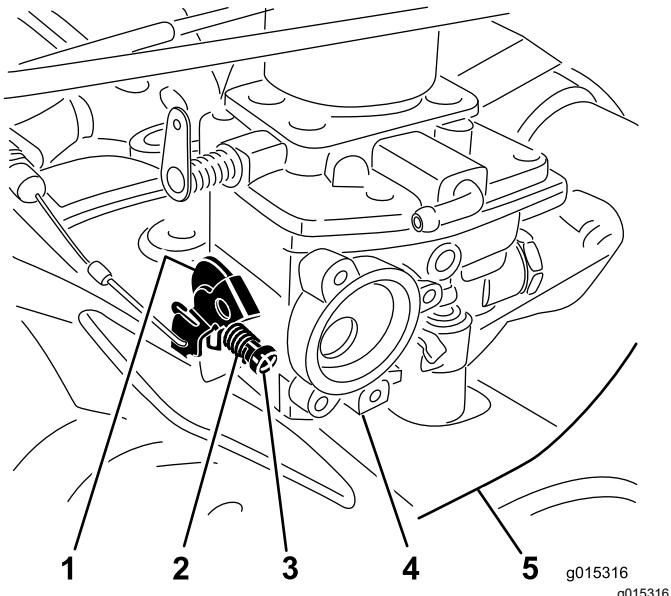
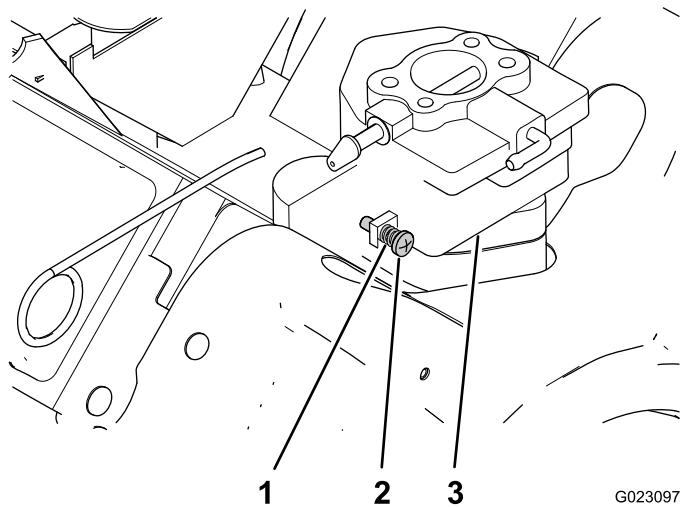

Figura 7
Figura 8
- Máquinas MDX solamente:** Instale el tornillo de ralentí y el muelle en la palanca del acelerador del carburador (Figura 7).
- Enrosque el tornillo en sentido horario en el tope del acelerador hasta que haga contacto con la palanca del acelerador, luego gire el tornillo una vuelta más en sentido horario (Figura 7).
- Ajuste el tornillo de ralentí para obtener una velocidad de ralentí bajo de 1,050 a 1,150 rpm (Figura 7 y Figura 8).